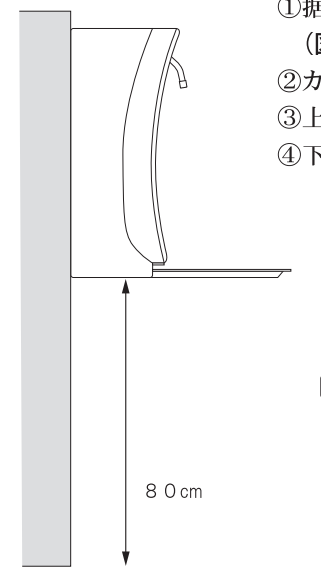

図1
- ①据え置きと同じ条件の場所をお決めいただき、取り付け高さを決めます。(図1)
- ②カバーを外します。(4 ページ 開け方参照)
- ③上部取り付け穴2ヶ所を付属のネジで固定します。